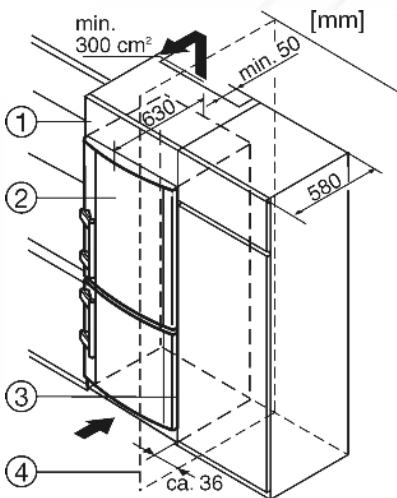

Fig. 9
(1) Дополнительный шкафчик
(2) Устройство
(3) Кухонный шкаф
(4) Стенка
Устройство может быть окружено предметами кухонной обстановки. Чтобы уравнять устройство Fig. 9 (2) по высоте с кухонной стенкой, можно установить над устройством соответствующий дополнительный шкафчик Fig. 9 (1).
При комбинировании с обычными кухонными шкафами (глубина макс. 580 мм) устройство можно установить непосредственно рядом с кухонным шкафом Fig. 9 (3). Дверца устройства выступают по сторонам на 34 мм и по центру устройства на 50 мм относительно передней стенки кухонного шкафа. Поэтому ее можно свободно открывать и закрывать.
Если устройство установлено на шарнирах у стены Fig. 9 (4), то расстояние между устройством и стеной должно быть не менее 36 мм. Настолько выступает ручка при открытой дверце.